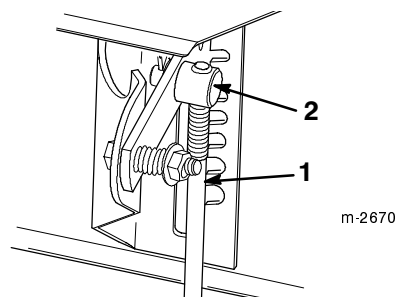
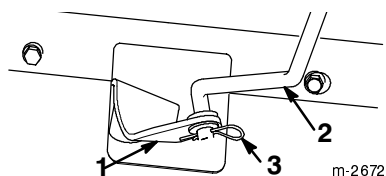

Figure 6
Figure 5
1. Tirez le bras de changement de vitesse à fond vers l'extérieur (Fig. 5).
3. Vissez le haut de la tige de changement de vitesse dans le tourillon (Fig. 6) jusqu'à ce que le bas de la tige puisse être inséré dans le trou du bras de changement de vitesse (Fig. 5).
4. Insérez la tige de changement de vitesse dans le bras, mettez une rondelle plate sur la tige et fixez le tout à l'aide d'une goupille fendue (Fig. 5).